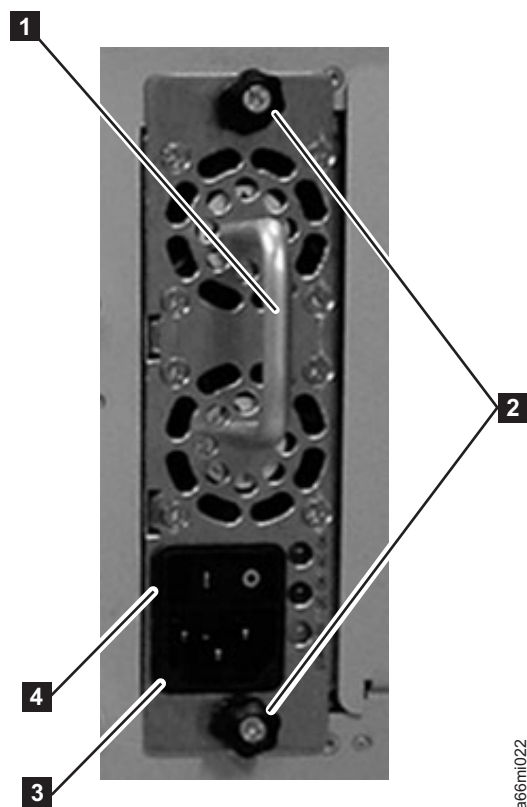

Рисунок 11-2. Основной источник питания в модуле управления
Внимание: Сначала отсоедините кабель питания от электросети. Затем отсоедините кабель питания от розетки блока питания (**3** в рис. 11-2).
3. Ослабьте два винта (**2** в рис. 11-2) вращая их против часовой стрелки.
4. Возьмитесь за ручку (**1** в рис. 11-2) и медленно выдвиньте блок питания на себя, поддерживая его снизу.
1. Возьмитесь за ручку (**1** в рис. 11-2), поддерживая блок питания снизу. Затем установите блок питания вровень с направляющими разъема и аккуратно задвиньте блок в библиотеку.
2. Затяните два винта (**2** в рис. 11-2) вращая их по часовой стрелке.
- Внимание:** Сначала присоедините кабель питания к розетке блока питания (**3** в рис. 11-2 на стр. 11-4). Затем подсоедините кабель питания к электросети.
2. Возьмитесь за ручку (**1** в рис. 11-2 на стр. 11-4), поддерживая блок питания снизу. Затем установите блок питания вровень с направляющими разъема и аккуратно задвиньте блок в библиотеку.
3. Затяните винты (**2** в рис. 11-2 на стр. 11-4) по часовой стрелке.
4. Подсоедините кабель питания к розетке дополнительного блока питания (**3** в рис. 11-2 на стр. 11-4).
5. Переключите выключатель питания(**4** в рис. 11-2 на стр. 11-4) положение | (ON).
2. Переключите выключатель питания дополнительного блока питания в (**4** в рис. 11-2 на стр. 11-4) положение **0** (OFF).
3. Отсоедините кабель питания от розетки дополнительного блока питания (**3** в рис. 11-2 на стр. 11-4).
4. Ослабьте два винта (**2** в рис. 11-2 на стр. 11-4) вращая их против часовой стрелки.
5. Возьмитесь за ручку (**1** в рис. 11-2 на стр. 11-4) и выдвиньте блок питания на себя. Другой рукой поддерживайте его снизу.